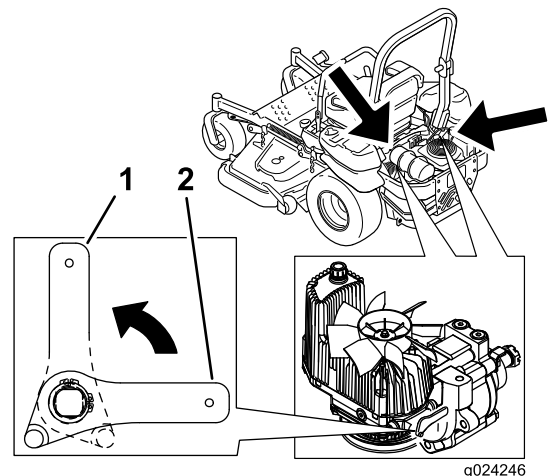

Bild 33
2. Drehen Sie zum Schieben der Maschine das Sicherheitsventil heraus. So kann Hydrauliköl an der Pumpe vorbei direkt zu den Rädern fließen, die sich daraufhin drehen können (Bild 33).
4. Stellen Sie die Ablassventilhebel zum Verwenden der Maschine horizontal (Bild 33).